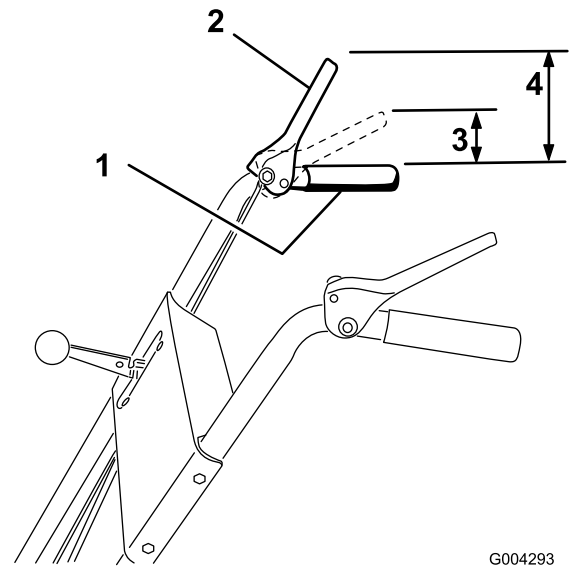

Figure 9
3. Vérifiez la distance entre le haut de la poignée et le bas de la manette de commande de fraise/turbine (Figure 9).
Remarque: La résistance augmente de manière perceptible lorsque la courroie d'entraînement de la fraise/turbine se tend (à peu près à mi-course de la manette). Le réglage est correct quand la résistance commence à augmenter et que 3 à 5 cm (1 à 2") séparent le haut de la poignée et le bas de la manette de commande de la fraise/turbine comme illustré à la Figure 9.